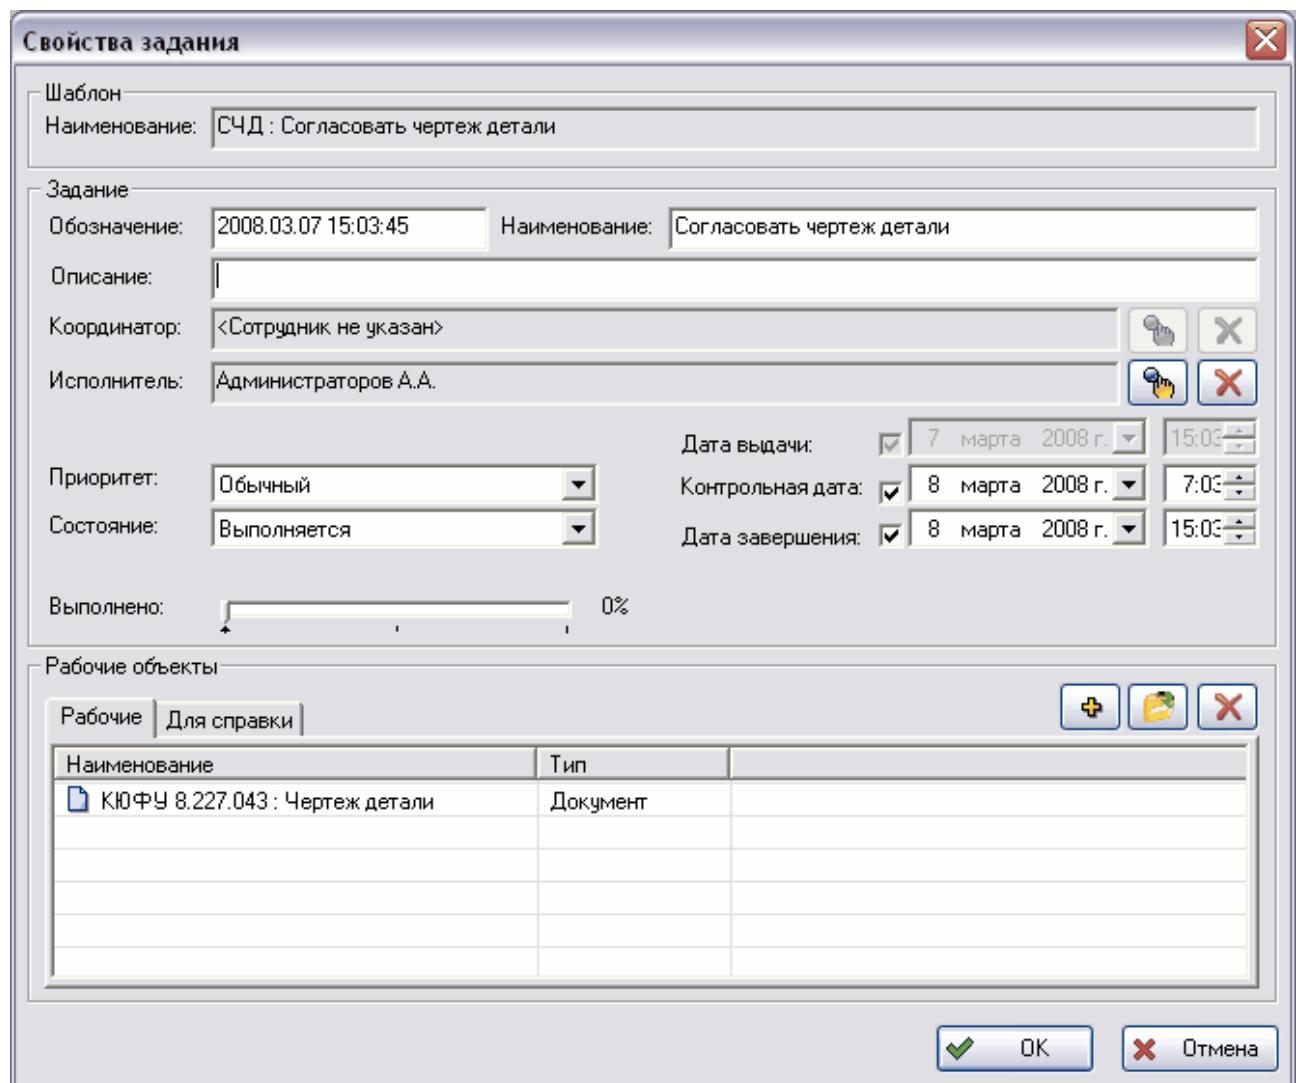

Рис. 62 Свойства задания
Список рабочих объектов отображается также в нижней части окна **Свойства задания** (Рис. 62).
- Добавить объект через список рабочих объектов процесса (Рис. 62).